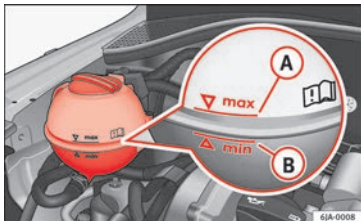

Abb. 207 Motorraum: Kühlmittel-Vorratsbehälter
- Prüfen Sie den Kühlmittelstand am Kühlmittelausgleichbehälter »» **Abb. 207**. Der Kühlmittelstand muss bei kaltem Motor zwischen den Markierungen **B** (min.) und **A** (max.) liegen. Bei warmem Motor kann er auch etwas über der Markierung **A** (max) liegen.
- Legen Sie einen Lappen auf den Deckel des Kühlmittelausgleichbehälters »» **Abb. 207**
Füllen Sie das Kühlmittel nicht über die Marke **A** (max.)! »» **Abb. 207** Überschüssiges Kühlmittel wird bei Erwärmung durch das Überdruckventil im Verschlussdeckel des Kühlmittelausgleichbehälters aus dem Kühlsystem gedrückt.